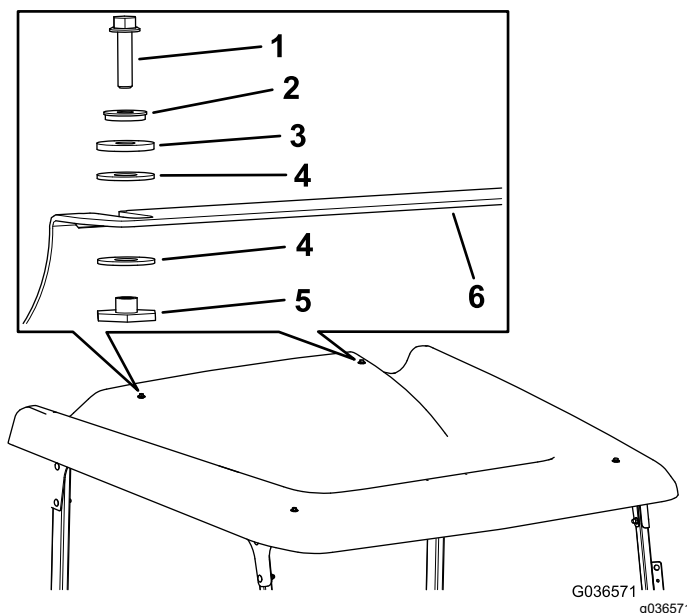

Figura 65
- Montai parasolarul la tubul posterior ale barei transversale utilizând 2 uruburi cu guler i cap hexagonal (1/4 x 1"), 2 aibe de etanare, 2 aibe de frecare, 4 aibe de plastic, i 2 buce cu flană (Figura 65).